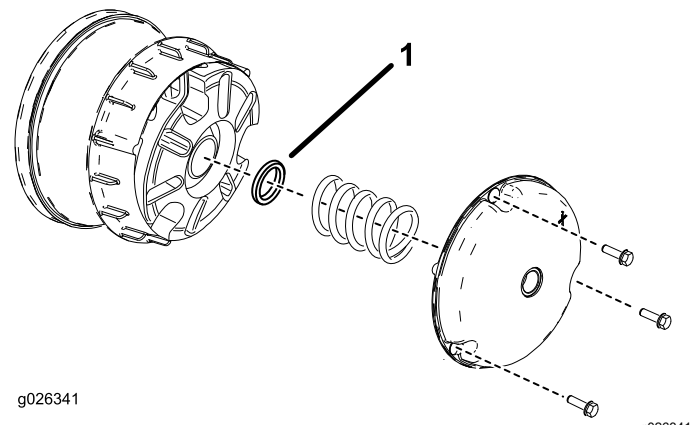

Bild 59
2. Entfernen Sie die Schrauben, mit denen die Abdeckung der Hauptkupplung befestigt ist, wie in Bild 59 abgebildet.